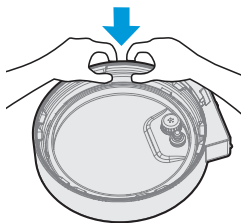

Fig. 6
3. Recoloque a borracha em sua posição encaixando-a ao redor da parte interna da tampa (Fig. 6).